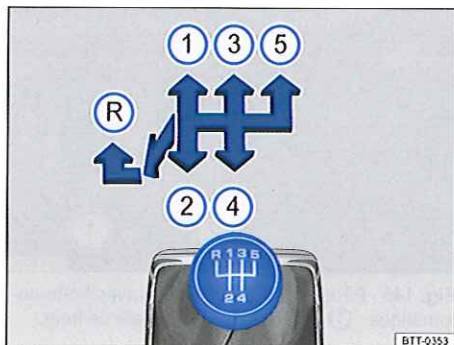
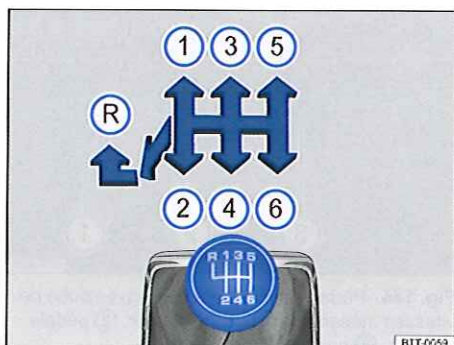

Fig. 146 Grille des vitesses de la boîte mécanique à 5 vitesses.
Fig. 147 Grille des vitesses de la boîte mécanique à 6 vitesses.
Les positions des différentes vitesses sont représentées sur le levier de vitesses $\Rightarrow$ fig. 146 ou $\Rightarrow$ fig. 147.
- Amenez le levier de vitesses au maximum vers la gauche puis poussez-le vers l'avant en position de marche arrière $\Rightarrow$ fig. 146 ou $\Rightarrow$ fig. 147 .